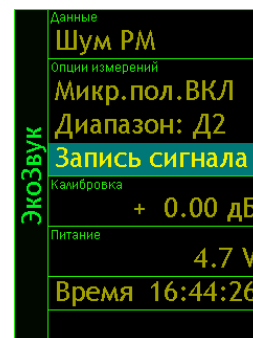

Рисунок 12
- Выбрать режим записи в память «Запись сигнала» (Рис. 12). и установить время записи 20 секунд.